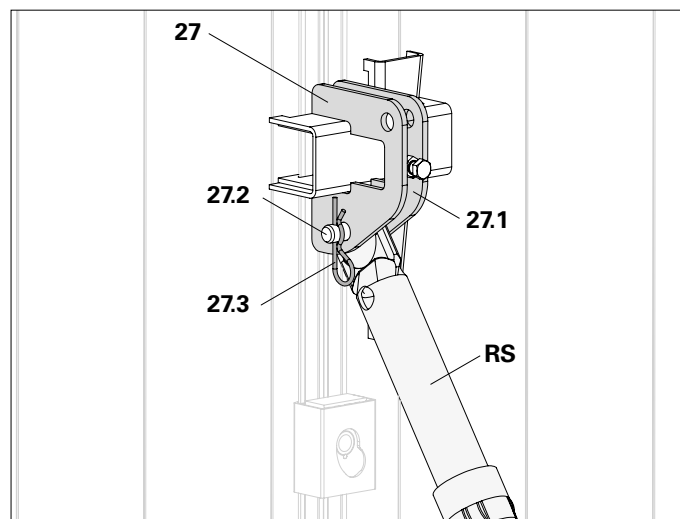

Fig. A6.08
Connecter l'étau tirant-poussant (RS) et les cosses de connexion (27.1) avec des boulons (27.2) et des goupilles de sécurité (27.3). (Fig. A6.08)